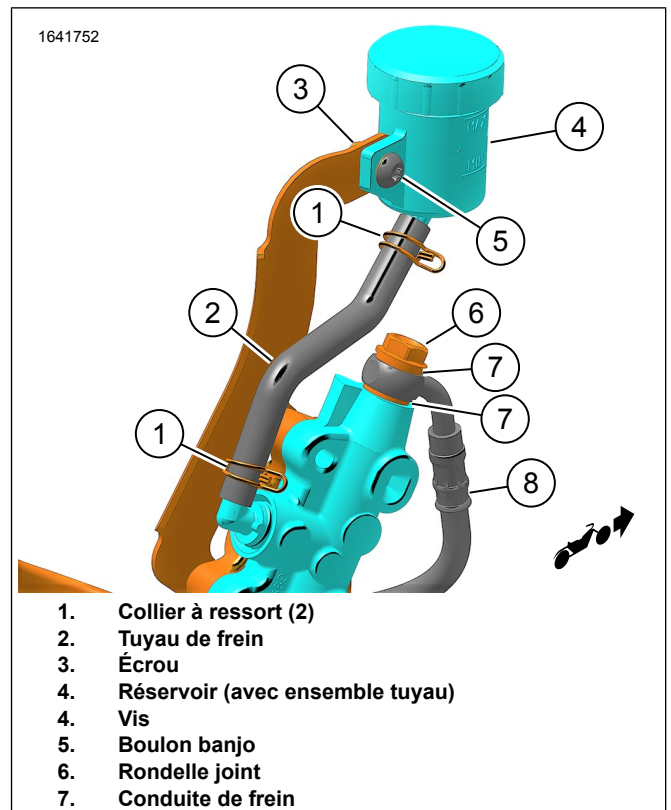
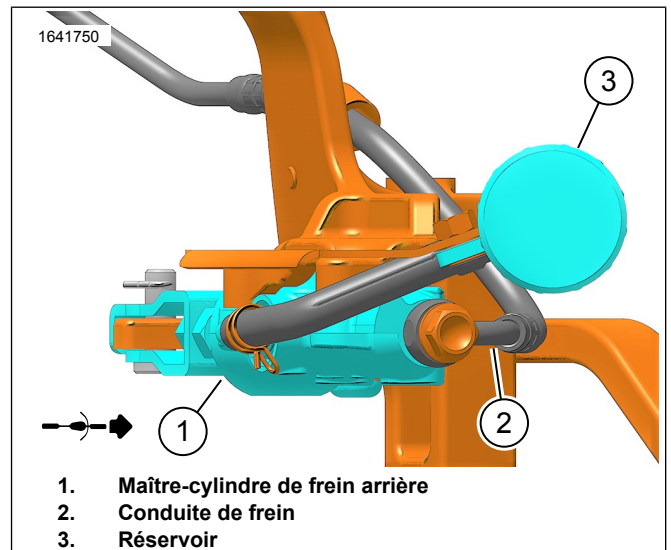
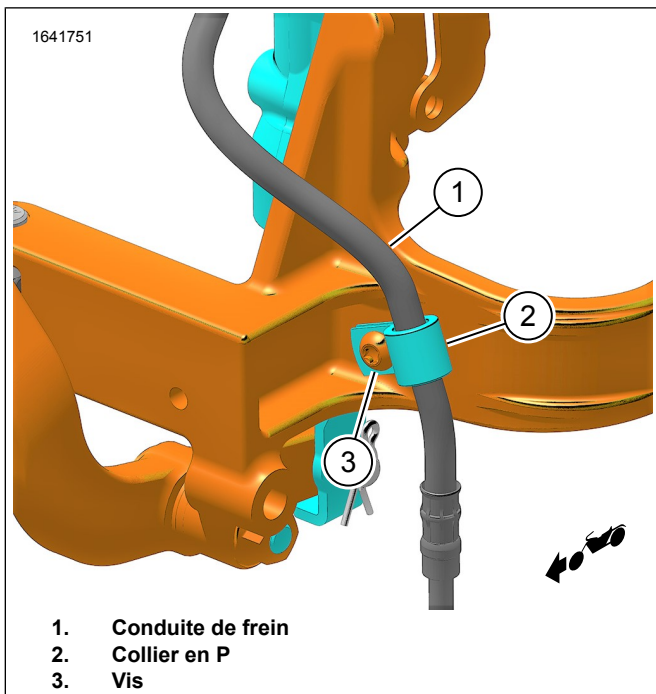

Figure 11. Réservoir du maître-cylindre du frein arrière
Figure 12. Vue de dessus, positionnement de la conduite de frein
Figure 13. Collier en P
- c. Installer la pédale de frein (5) sur la chape du maître-cylindre (8).
- d. Installer l'axe de chape (6) et la goupille fendue (7).
3. Voir la figure 11. Installer l'ensemble réservoir du maître-cylindre de frein arrière.
- a. Installer le réservoir (4).
- b. Appliquer du frein filet sur la vis (5) .
- d. Repositionner le collier à ressort (1) sur le tuyau de frein (2) qui s'installe sur le maître-cylindre.
- e. Installer le tuyau de frein (2) provenant du réservoir sur le maître-cylindre (4).
- f. Déplacer le collier à ressort (1) pour bloquer le tuyau de frein.
4. Voir la figure 11. Installer la conduite de frein sur le maître-cylindre arrière.
- a. Voir la figure 12. Positionner la conduite de frein comme indiqué.
- b. Voir la figure 11. Installer de **nouvelles** rondelles joint (7).
- c. Installer le boulon banjo sans le serrer (6).
- d. Voir la figure 13. Installer le collier en P (2) sur la conduite de frein (1).
- e. Vis la vis sans la serrer (3).
- f. Voir la figure 12. Vérifier que la conduite de frein est correctement acheminée comme indiqué.
- g. Voir la figure 13. Serrer la vis (3).
- h. Voir la figure 11. Serrer le boulon banjo (6).